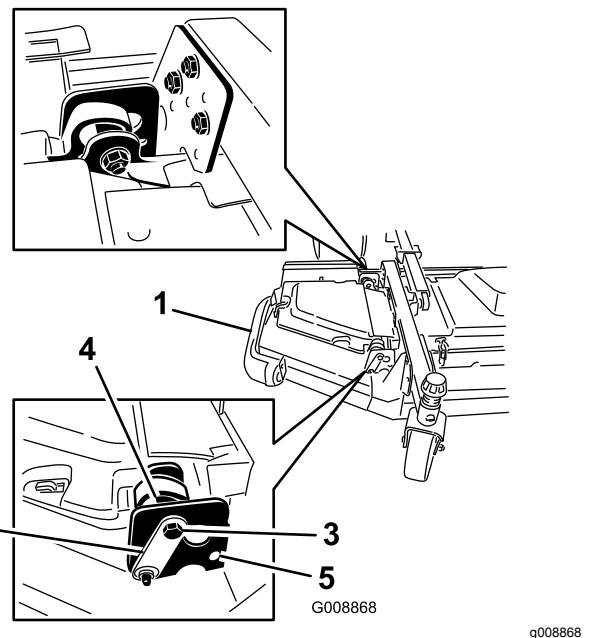

Bild 7
2. Lösen Sie die Schrauben und Muttern, mit denen die zwei Ekzenterdistanzstücke an den Flügeln befestigt sind (Bild 7).
4. Drehen Sie den hinteren Ekzenter (der der Zugmaschine am nächsten ist), bis die äußere Messerspitze ungefähr 3 mm höher ist als die gewünschte Schnitthöhe (Bild 7).